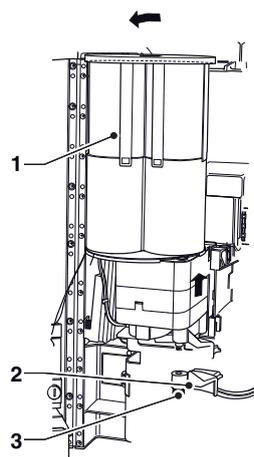

Fig. 7
- levante levemente o distribuidor de copos e incline-o (veja fig. 7);